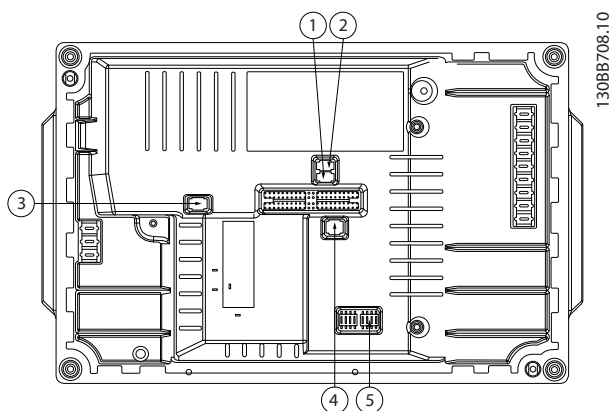

Ilustración 2.25 Ubicación de los interruptores DIP
- El interruptor S801 (BUS TER.) se puede utilizar para activar la terminación del puerto RS-485 (terminales 68 y 69). Consulte *Ilustración 2.25*.